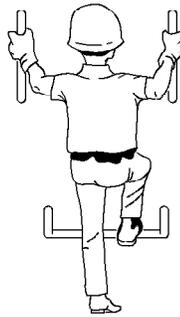

Ilustración 1
**Nota:** Los tres puntos de contacto pueden ser los dos pies y una mano. Los tres puntos de contacto también pueden ser un pie y las dos manos. Consulte la ilustración 1 .